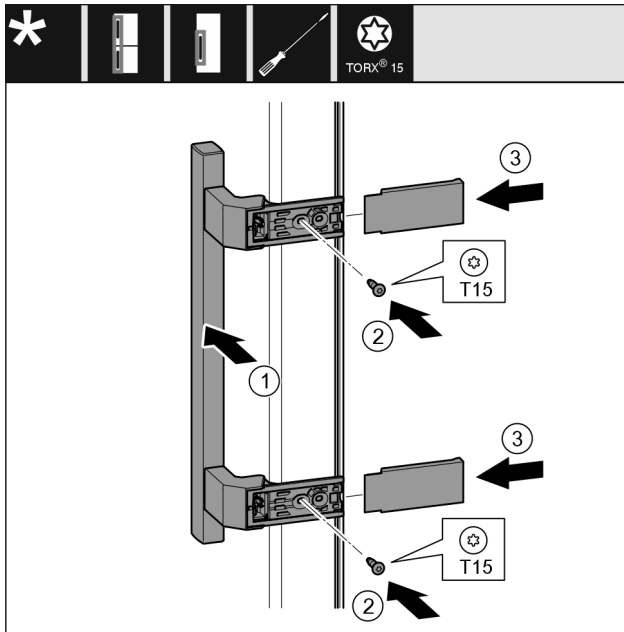

Fig. 11
- ▶ Aseta kahva vastapäiselle puolelle. Fig. 11 (1)
- ▶ Kierrä ruuvit kiinni T15-ruuvimeisselillä. Fig. 11 (2)
- ▶ Aseta suojukset sivulle ja työnnä paikalleen. Fig. 11 (3)